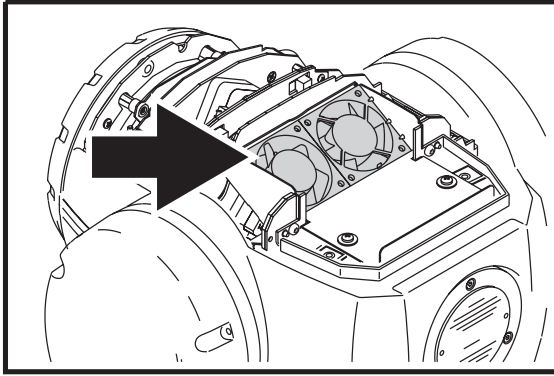

Ilustración 10: Ventiladores de la cabeza
- Limpiar los dos ventiladores de la cabeza (ver Ilustración 10) y las aperturas de ventilación de las cubiertas de la cabeza con un paño de algodón y una aspiradora.